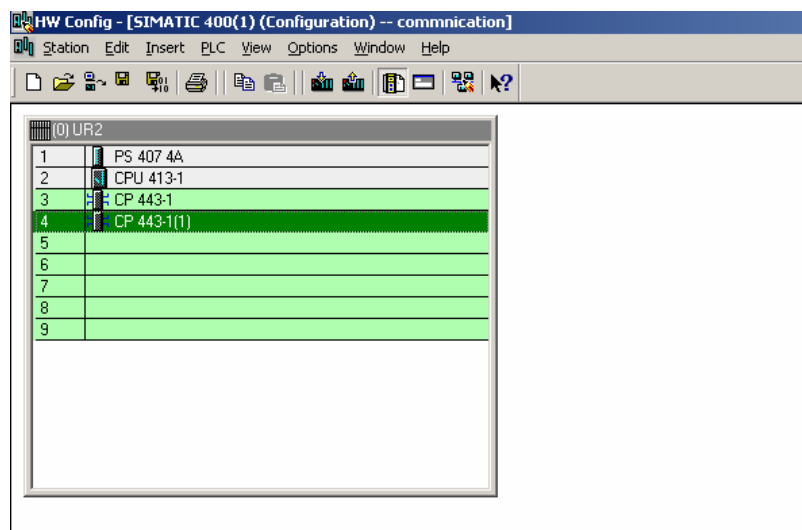

图 4.3
使用 STEP7 编程软件对 PLC 系统进行软件组态，在 Hardware 界面内插入实际的 PLC 硬件，在本例中使用了两块 CP443-1 通讯模块，WINCC 使用 CP443-1 (1) 和 PLC 进行通讯，如下图 4.3 所示：